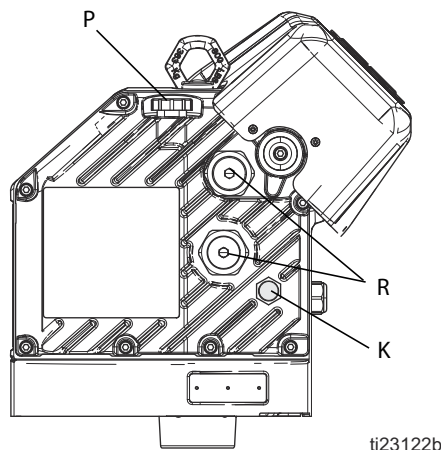

Рис. 9: Смотровое стекло и крышка заливного отверстия
3. Откройте крышку заливного отверстия (P) и долейте бессиликоновое синтетическое трансмиссионное масло EP от компании Graco, соответствующее стандарту ISO 220 (артикул 16W645). Проверьте уровень масла через смотровое стекло (K). (См. Рис. 9.) Заполняйте бак до тех пор, пока уровень масла не достигнет средней точки смотрового стекла. Вместимость масляного бака составляет приблизительно 0,9 – 1,1 л (1,0 – 1,2 кварты). **Не переполняйте бак.**
4. Установите крышку маслосливного отверстия (P) на место.
Проверьте уровень масла через смотровое стекло (K). (См. Рис. 9.) Когда краскораспылитель не работает, уровень масла должен быть около средней точки смотрового стекла. Если уровень масла является низким, откройте крышку заливного отверстия (P), и долейте бессиликоновое синтетическое трансмиссионное масло EP от компании Graco, соответствующее стандарту ISO 220 (артикул 16W645). См. раздел Рис. 9.
См. раздел Рис. 9. Предварительные нагрузки шарикоподшипников (R) устанавливаются на заводе и не регулируются пользователем. Запрещается изменять предварительные нагрузки подшипников.